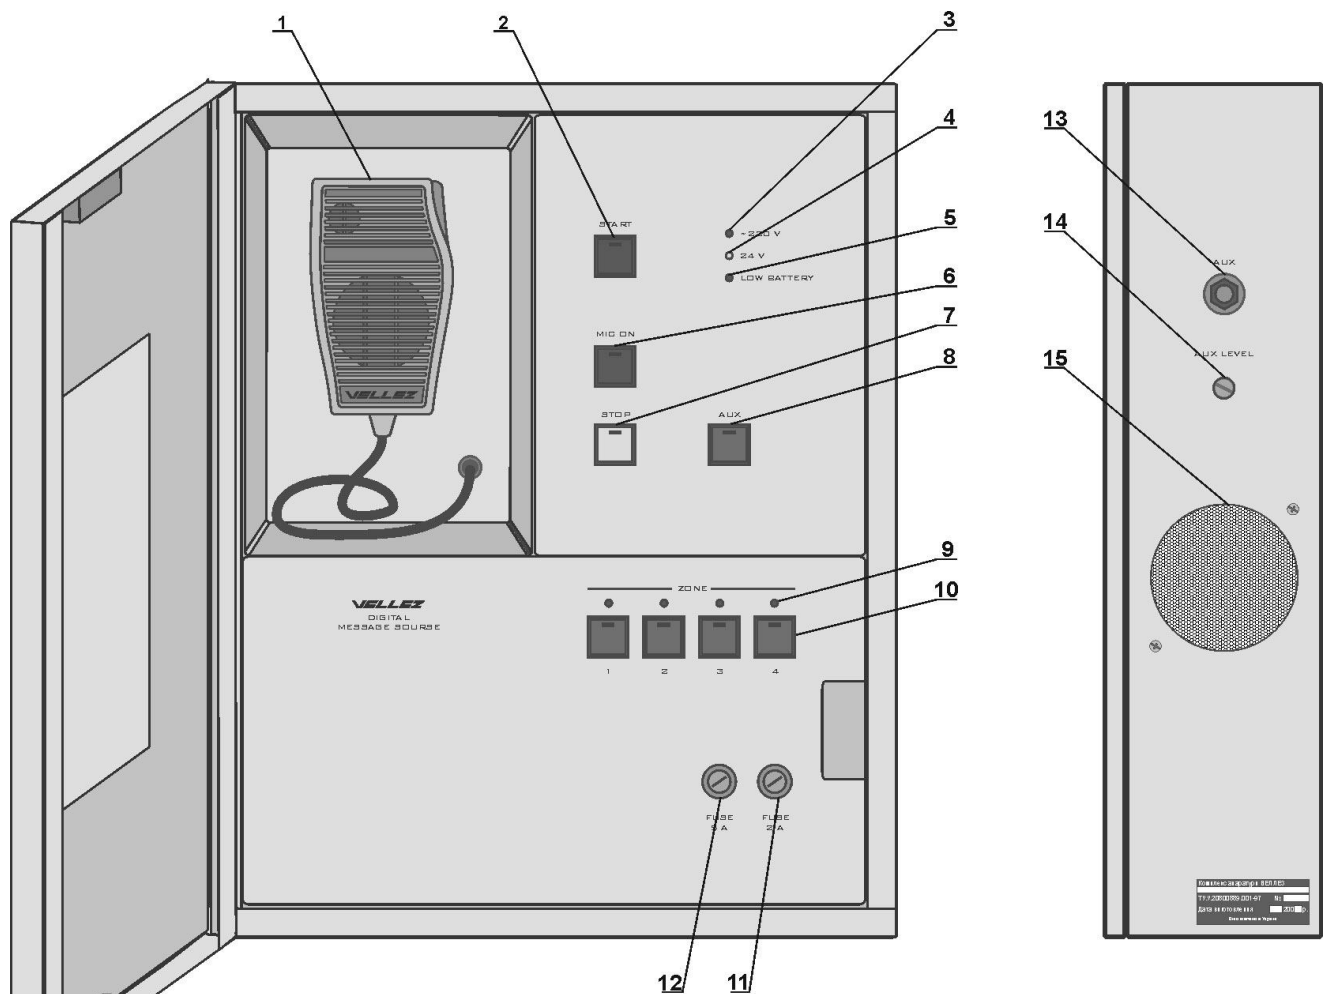

Рисунок 3
9.1 Розміщення органів управління і індикації на внутрішній та боковій панелях моноблоку наведено на рис. 3.